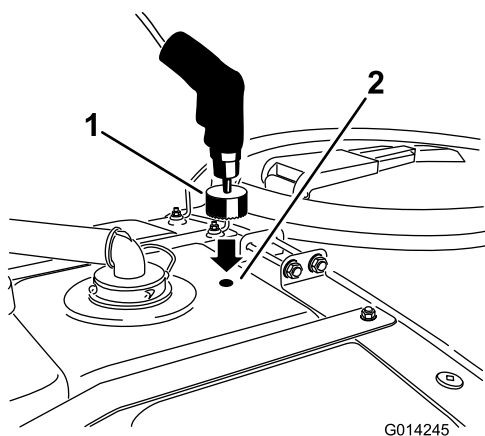

図 12
4. 1-3/4 inch (45 mm) の円形ノコを使ってマークのところに穴を切る (図 12)。